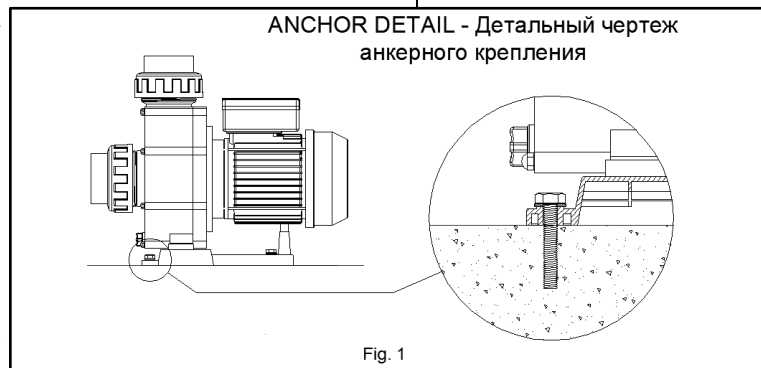

Fig. 1
• All pumps come with a two-drill foot to allow for them to be fixed in the floor by means of an anchor. (Fig. 1).
• Для всех насосов предусмотрены две опоры с просверленными отверстиями, которые фиксируются на несущей площадке при помощи анкерного крепления. (Рис. 1).